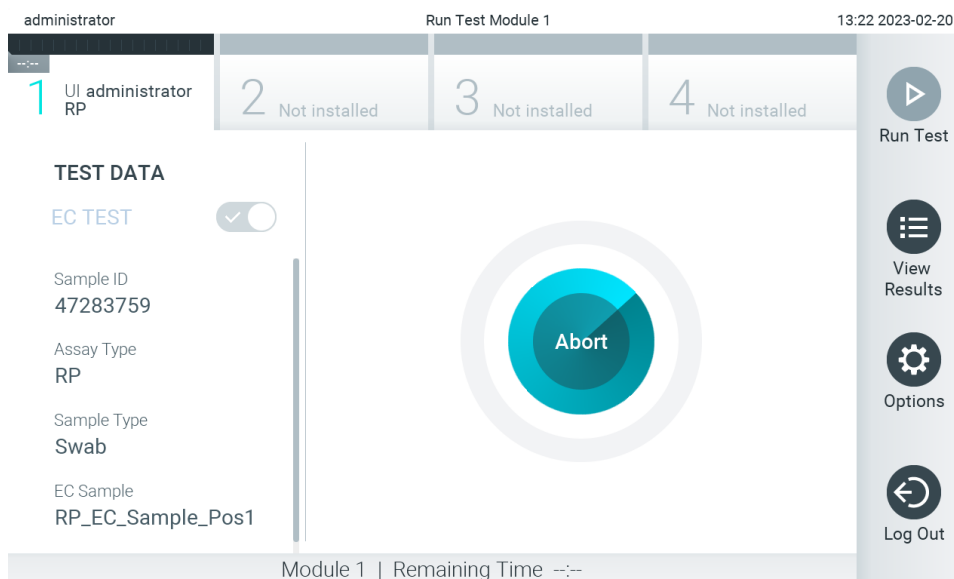

Abbildung 98. Testdurchführung und Anzeige der verbleibenden Laufzeit.
10. Nach dem Erkennen der QIAstat-Dx Assay-Kartusche schließt der QIAstat-Dx Analyzer 2.0 automatisch den Deckel der Kartuschenöffnung und startet den Testlauf. Es ist kein weiterer Bedieneingriff erforderlich. Während der Test läuft, wird die restliche Zeit auf dem Touchscreen angezeigt (Abbildung 98).